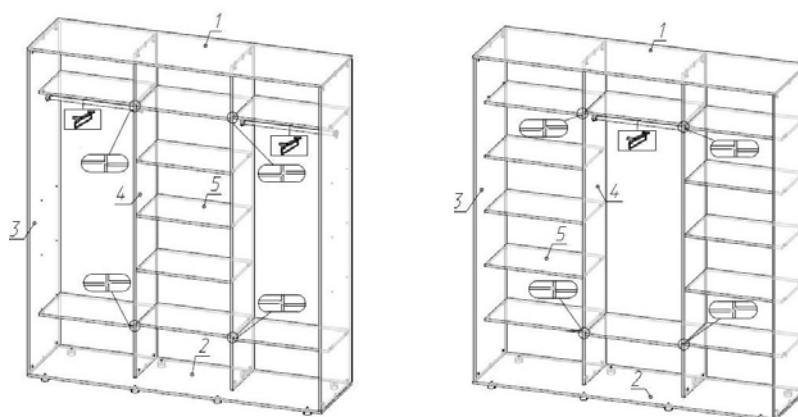

Рис.1
1. Установите регулируемые опоры в нижнюю панель (поз.2) Рис.1.